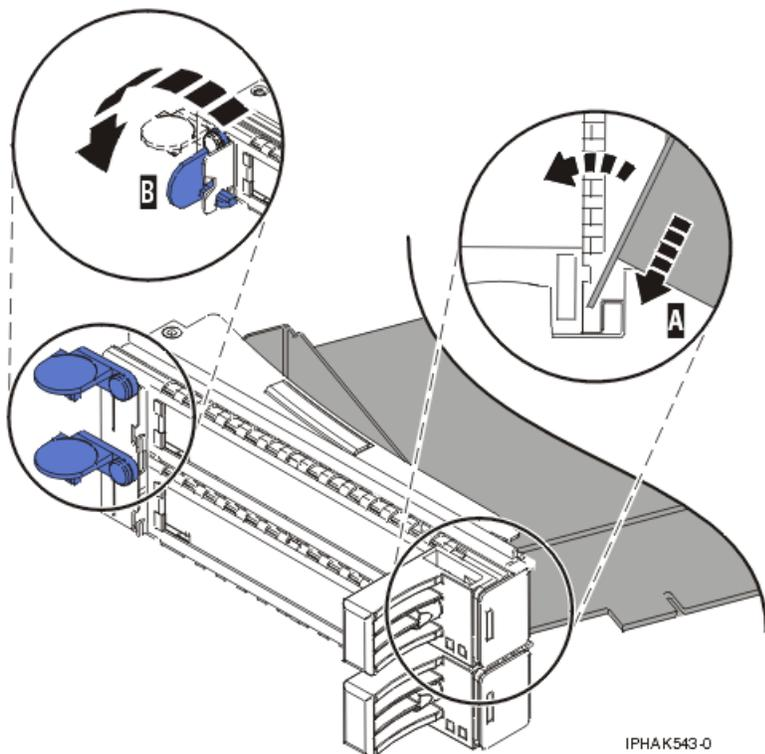

Figura 48. Adaptador substituído no cassete do adaptador PCI
- a. Com o grampo do suporte sobre trilhos na posição aberta, insira o adaptador firmemente no canal de retenção do suporte sobre trilhos A. Consulte Figura 48 na página 67.
- d. Posicione os retentores do adaptador para suportá-lo e, em seguida, gire o clipe retentor **B** para a posição fechada. Consulte Figura 48.